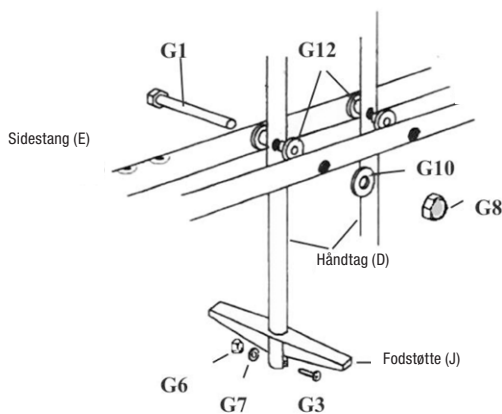

Fig 14
9. Tryk plastmufferne (G11) i håndtagenes sidehuller. Gør siddestangen (E) fast til håndtagene (D) med 85 mm M8 6-kantsbolte (G1), M8 skiver (G10) og M8 kuppelmøtrikker (G8). Sørg for, at hullerne til tvillingegeyngens sæder vender opad.
10. Gør fodstøtten (J) fast til den underste del af håndtagene med 42 mm unbrakbolte (G3), M6 skiver (G7) og M6 kuppelmøtrikker (G6). Spænd alle møtrikker til. Se fig. 14.